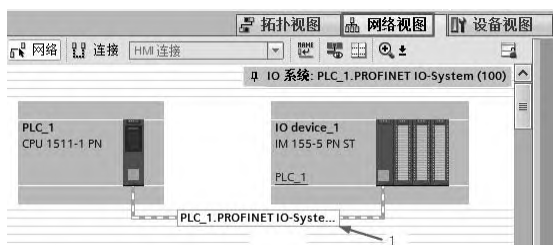
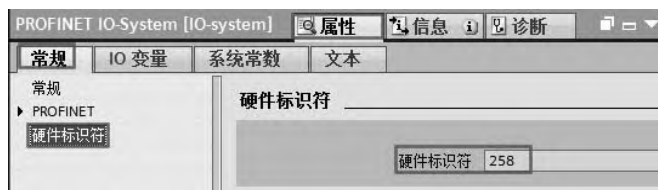

图 10-26 系统配置图
图 10-27 查看硬件标识符
(2) DeviceStates 指令应用
① 新建项目“DeviceStates”并组态硬件。系统的配置如图 10-26 所示，选中“1”处，单击鼠标右键，弹出快捷菜单，单击“属性”命令，弹出如图 10-27 所示的界面，显示此硬件的硬件标识符是 258，即 DeviceStates 指令中的 LADDR。此处用手机扫描二维码可观看视频“DeviceStates”。